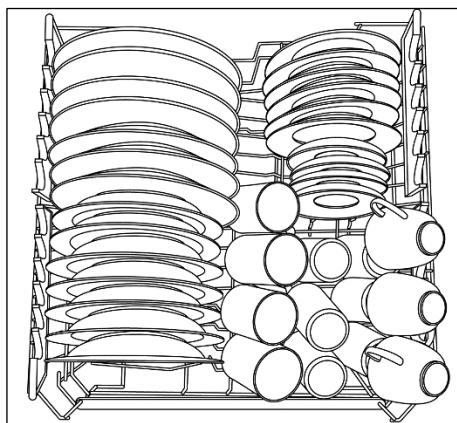

Fig. 1
2. Țineți coșul de ambele părți și ridicați-l (fig. 1).
1. Țineți coșul de ambele părți și ridicați-l ușor (fig. 1);
O încărcare zilnică standard este prezentată în fig. 1.
- Pentru a îndepărta filtrul, rotiți manerul în sens invers acelor de ceasornic (Fig. 1).